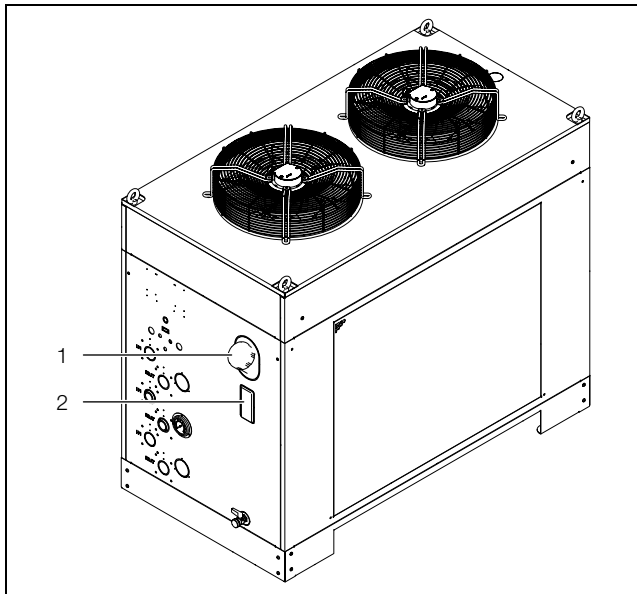

Fig. 25 : remplissage de l'agent de refroidissement
- Remplir le refroidisseur d'eau en eau en utilisant l'embout de remplissage de la cuve (fig. 25, pos. 1).
- Contrôler le niveau de la cuve à travers l'ouverture dans l'habillage (fig. 25, pos. 2).